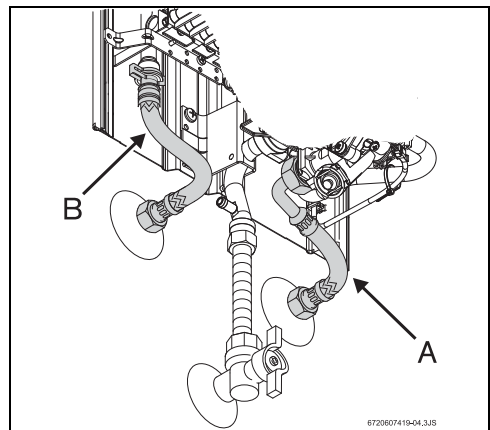

Fig. 11 Conexión del agua
- ▶ Identificar el tubo de agua fría (Fig. 11, [A]) y el tubo de agua caliente (Fig. 11, [B]), para evitar cualquier conexión equivocada.